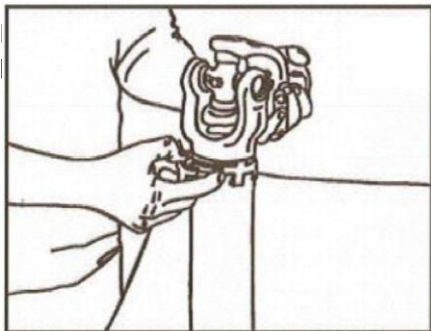

Рис. 76. Снятие защитной трубы
- Чтобы освободить защитную трубу, расширьте торцевое уплотнение (Рис. 76).